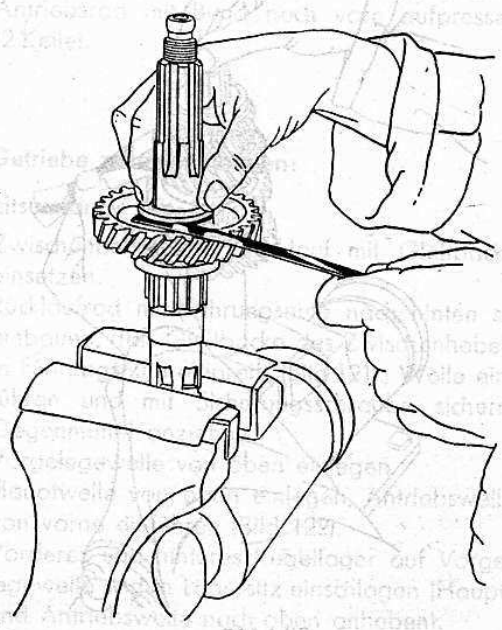

Bild 113
5. Hauptwelle senkrecht in Schraubstock (Bleibacken) spannen (Bild 113).
7. Spiel zwischen 1. Gangrad (d) und den beiden Anlaufscheiben (a und e) mit Toleranzband messen (höchstens 0,15 mm) (vgl. Bild 113).